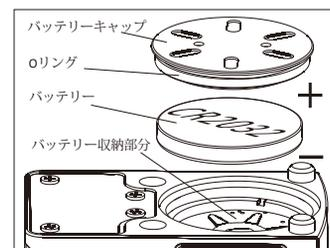

Fig 3-3
- 2) 図3-3に従って、特殊スパナ（図3-2）を使用しバッテリーキャップを緩めます。
- 4) 図3-3に従って、特殊スパナ（図3-2）を使用しバッテリーキャップを締めます。
- ①のタブは風損、仰角調整に使用します。
- ②のタブはバッテリーキャップ回しに使用します。